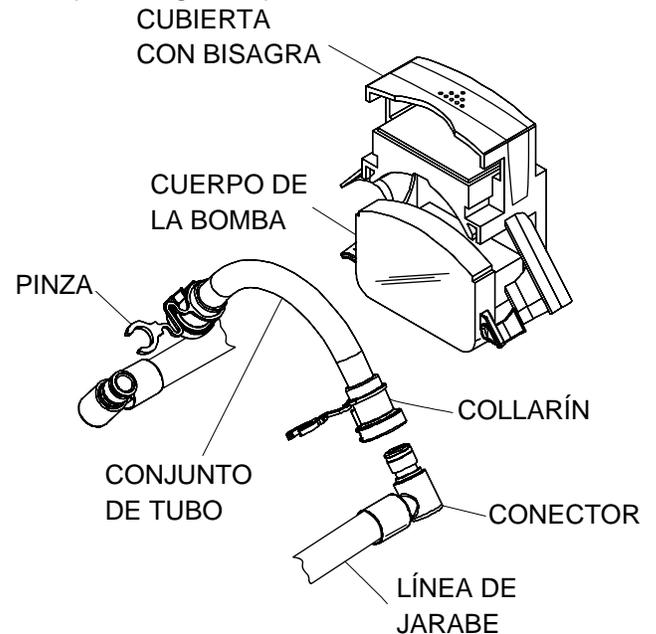

Figura 68
13. Sujete el tubo de la bomba por ambos extremos y sepárelo del cuerpo de la bomba. (Vea la figura 68).